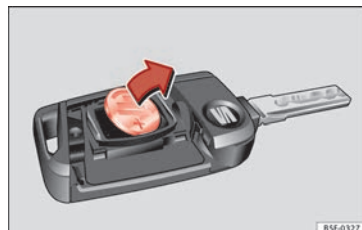

Fig. 119 Llave del vehículo: extracción de la pila.
- Extraiga la pila del compartimento con un objeto fino adecuado » fig. 119.
- Coloque la pila nueva tal como se muestra » fig. 119 y presiónela en el compartimento para la pila en sentido contrario a la flecha » ❷.